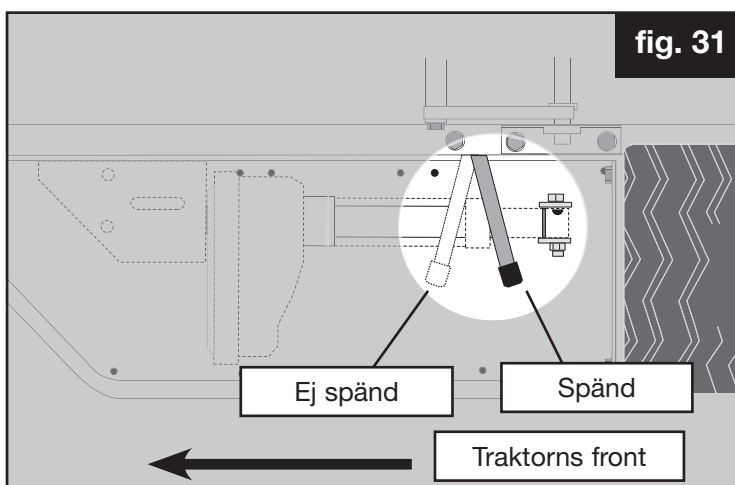

fig. 31
Borttagning av klippaggregatet (Fig. 31, 32, 33 & 33a)
2. Lossa på klippaggregatets drivrem med spaken under det vänstra fotsteget (Fig. 31).
1. Lossa spänningen på remmen genom att dra spaken för remspänning (Sida 14, Fig. 31) framåt.
- ✓ Att spänningsstången är korrekt fastsatt (Sida 14, Fig. 31).